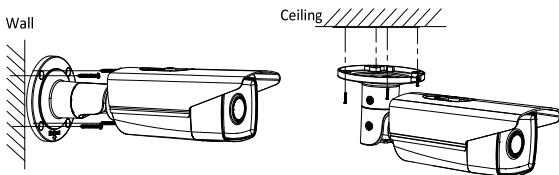

Abbildung 2-3 Montage der Kamera
1. Kleben Sie die Bohrschablone an den gewünschten Montageort. Bohren Sie die Bohrungen und die Kabelöffnung gemäß der mitgelieferten Bohrschablone (siehe Abbildung 2-3).